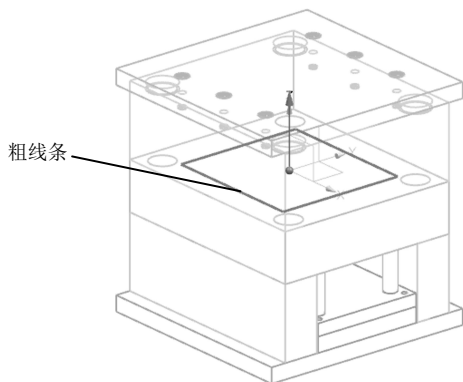
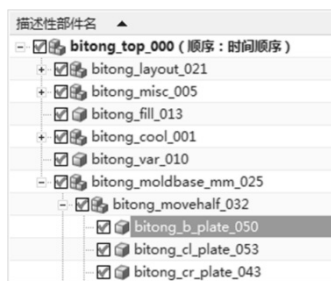

图 16-2 选取 4 条边线
图 16-5 选取“bitong_b_plate_050”
(3) 选取型芯的 4 条边线，如图 16-2 中的粗线条所示。
- (9) 在横向菜单中选取“窗口”，再选取 bitong_top_000.prt，打开模具总装图。
- (10) 在总装图上选取 B 板，单击右键，在下拉菜单中选取“设为工件部件”命令。
- (11) 单击“拉伸”按钮 ，选取型芯的 4 条边线，如图 16-2 所示。
- (12) 单击“完成”按钮 ，在【拉伸】对话框中“指定矢量”选“-ZC↓”，“开始距离”设为 0，“结束距离”设为 30mm，“布尔”选取“求差”。
- (13) 单击“确定”按钮，B 板开框。
- (14) 在“部件导航器”中“bitong_b_plate_050”，如图 16-5 所示。
- (15) 单击鼠标右键，选取“设为显示部件”命令。